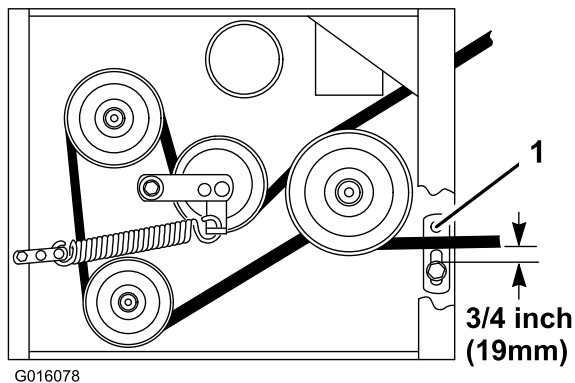

Рисунок 48
8. Проверьте правильность регулировки направляющей ремня под рамой двигателя (Рисунок 48).
**Примечание:** Когда ремень газонокосилки задействован, убедитесь, что расстояние между направляющей ремня и ремнем газонокосилки составляет 19 мм (Рисунок 48). При необходимости отрегулируйте направляющую ремня газонокосилки. Недействующий ремень не должен провисать или спадать со шкива при правильной регулировке направляющих.